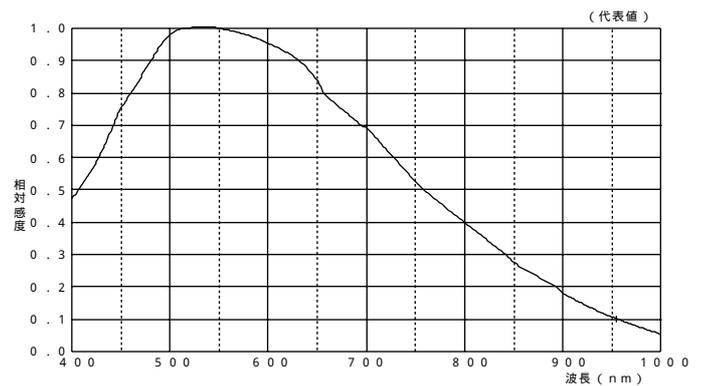

図2-3 標準的の波長感度特性
- ・ CCDの波長感度特性（図2-3参照）
- ・ ユニットセルサイズ 6.45 μ (H) × 6.45 μ (V) （正方格子配列）
- 水平(H) 方向 前2画素，後40画素
- 垂直(V) 方向 前8画素，後2画素